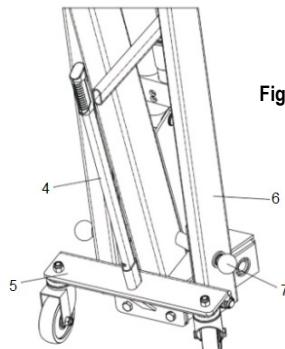

Fig. 8
4. Regulação do braço: carregar o botão de velocidades, empurrar e puxar a haste de alongamento do gancho até o comprimento desejado (fig. 8).